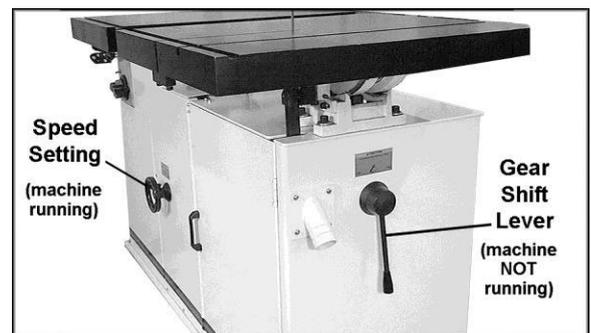

Abb. 14
2. Bei NICHT laufender Maschine den Schalthebel auf die gewünschte Geschwindigkeitsstufe (hoch oder niedrig) stellen. Siehe Abb. 14.
4. Drehen Sie das Handrad (Abbildung 14) auf die erforderliche Geschwindigkeit. Wird das Handrad im Uhrzeigersinn gedreht, erhöht sich die Geschwindigkeit, gegen den Uhrzeigersinn verringert sich die Geschwindigkeit.
Bildlegende (Abb. 14) :